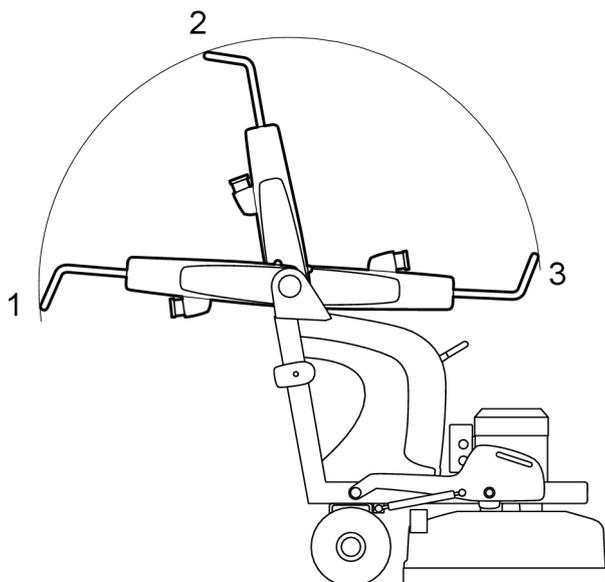

Figura 4-2. Posizioni dell'impugnatura
1. Sollevare l'impugnatura in posizione posteriore, vedere Figura 4-2, pagina 17.
4. Portare l'impugnatura in posizione di esercizio, vedere Figura 4-2, pagina 17.